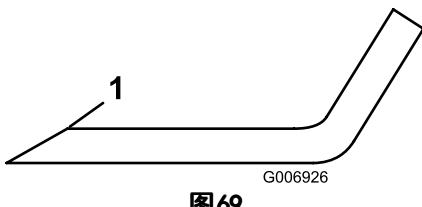

图69
- 3. 检查所有刀片的刀刃。如果刀片变钝或出现豁口，请磨快刀刃。仅打磨刀刃的边缘，保持最初切割角度，保证锋利度（图69）。如果从两片刀刃上磨掉相同量的金属，刀片会保持平衡。